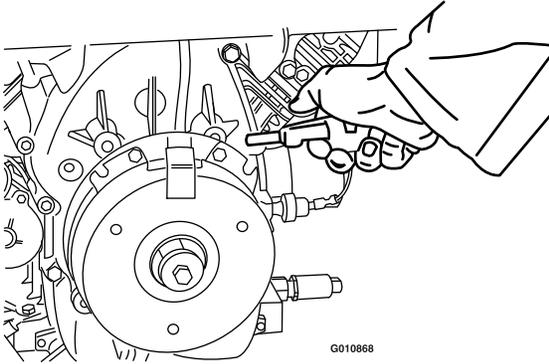

Figure 65
3. Soufflez de l'air comprimé sous le pôle et autour des entretoises du frein pour éliminer tout débris (Figure 65).